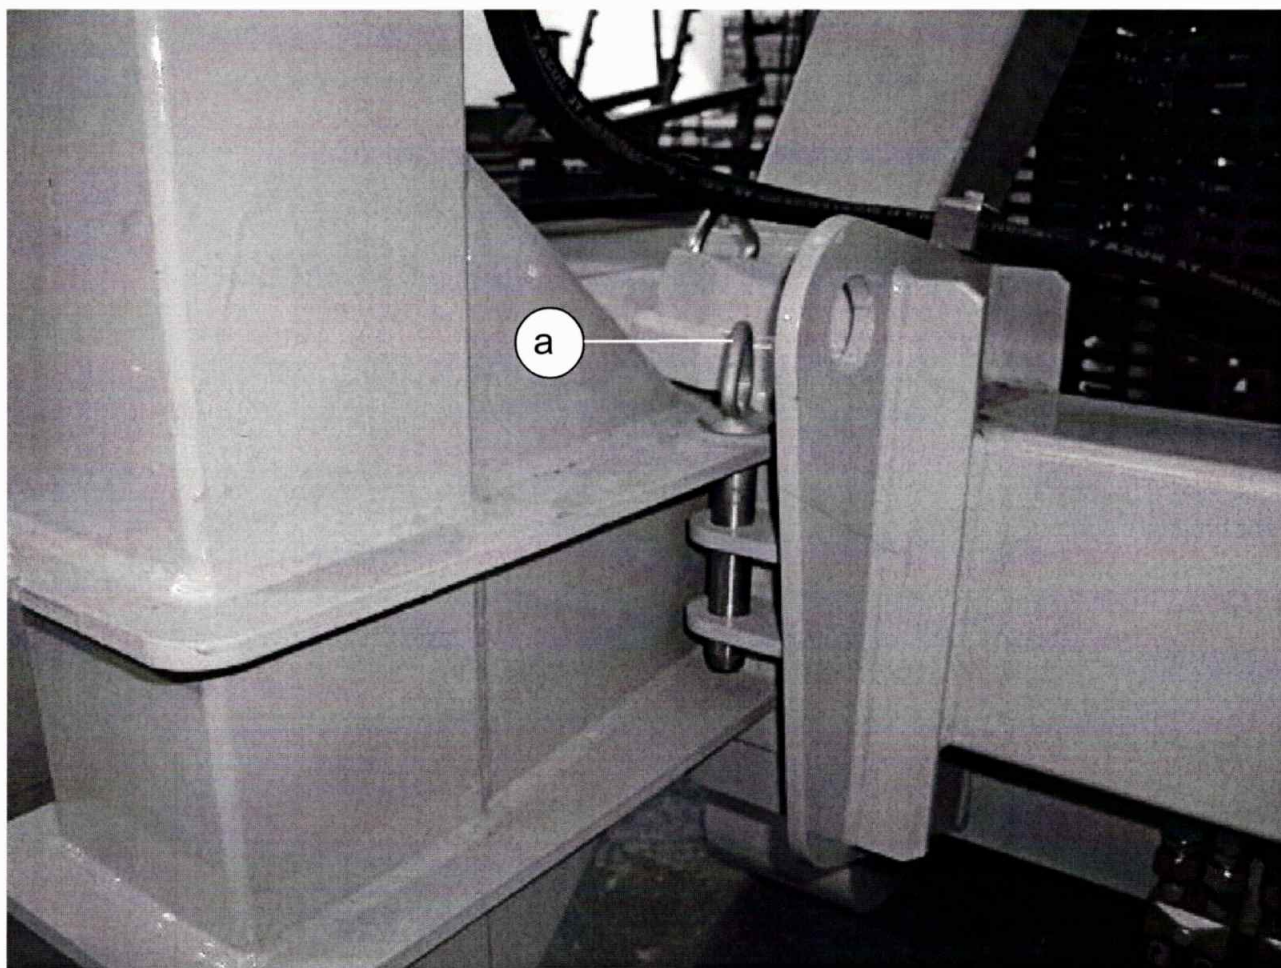

fig. 4.2.8
- 1) estrarre la spina di bloccaggio indicata dal particolare (a) di fig. 4.2.8;